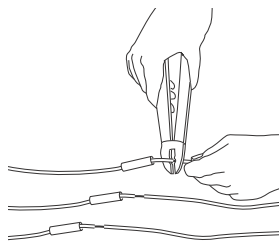

Fig. 7 Sertissage des connecteurs
4. Faire glisser la gaine thermorétractable sur chaque conducteur. Insérer un connecteur correctement dimensionné de type "Sta-Kon" sur chaque fil, en s'assurant que les couleurs de conducteurs correspondent. En utilisant une pince à sertir "Sta-Kon", échancrez les cosses. Voir fig. 7. Serrer fort sur la pince, en particulier lorsque les câbles sont gros ;